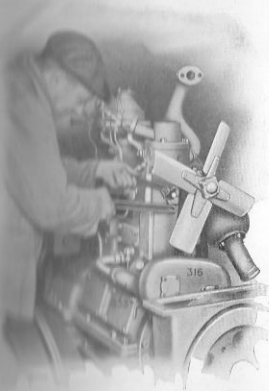

Fig. 57.
*Fläkten*, som drivs med rem, är fastskruvad vid cylindern med tvenne skruvar. Fläktens fästplatta kan vridas omkring den ena av dessa, varigenom remspänningen kan ökas eller minskas. I fig. 57 (kylaren är borttagen för att göra bilden tydlig) visas hur remspänningen lämpligen